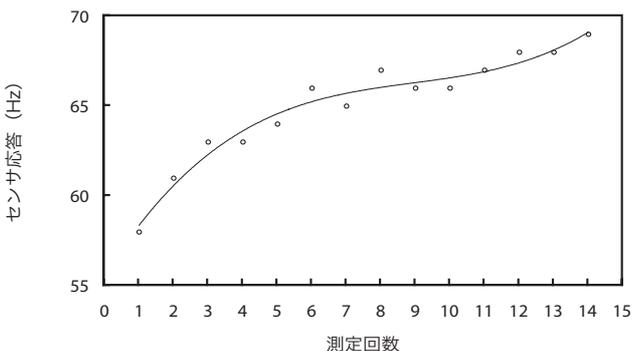

図6. 同一試料の連続測定結果
- (3) 同じ条件で同じ試料を複数回連続測定すると、回を重ねるにつれてセンサ応答が大きくなっていく。(図6)